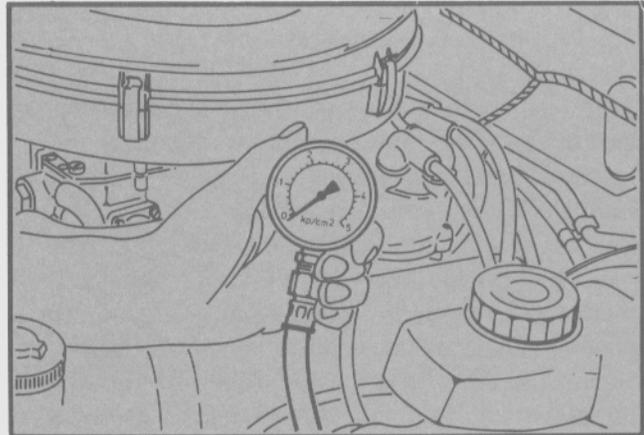

Fig. 8 - Comprobación de la presión de aceite
- Poner nuevamente el motor en marcha y controlar el valor de la presión de aceite a un régimen de 2000 r.p.m. (Fig. 8).